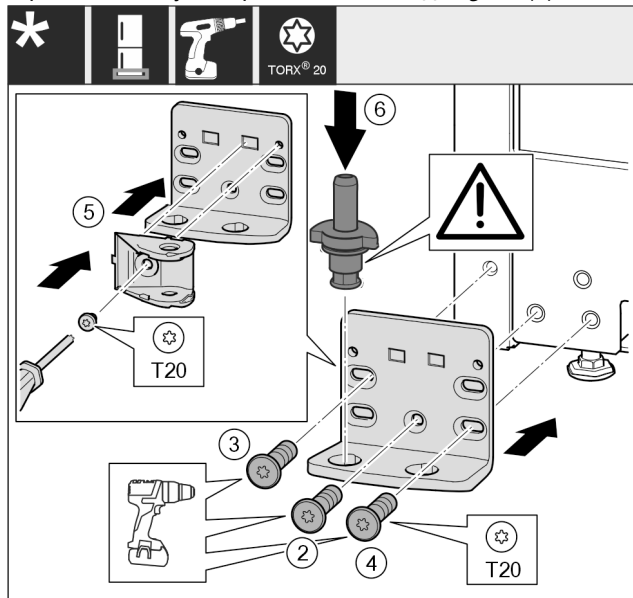

Fig. 26\*
- ▶ Встановіть опорний кронштейн з іншого боку і закріпіть гвинтами за допомогою викрутки T20. Почніть із гвинта 2 знизу посередині.\* Fig. 26 (2)
- ▶ Закрутіть гвинти 3 та 4.\* Fig. 26 (3,4)
- ▶ Поверніть з'єднувальний елемент демпфера на 180°. Пригвинтіть з іншого боку опорного кронштейна за допомогою викрутки T20.\* Fig. 26 (5)
- ▶ Вставте цілком опорний гвинт. При цьому виступ фіксатора повинен бути спрямований назад.\* Fig. 26 (6)